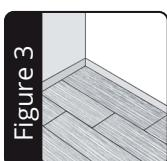

Figure 3
4. Achten Sie bei der Verlegung von RIGID SPC darauf, dass die Verbindungsstellen der kurzen Seiten versetzt sind. Wir empfehlen eine treppenförmige Zufallsverlegungsmethode (Abbildung 3). Halten Sie für das letzte Paneele eine Mindestlänge von 20 cm für die gesamte Verlegung ein.
4. When installing Strong SPC, stagger the rows so that the short edge seams are not in a straight uniform line. We recommend the staggered random method (Figure 3). Maintain a minimum 20 cm or more, end-joint stagger from row-to-row throughout the entire installation.